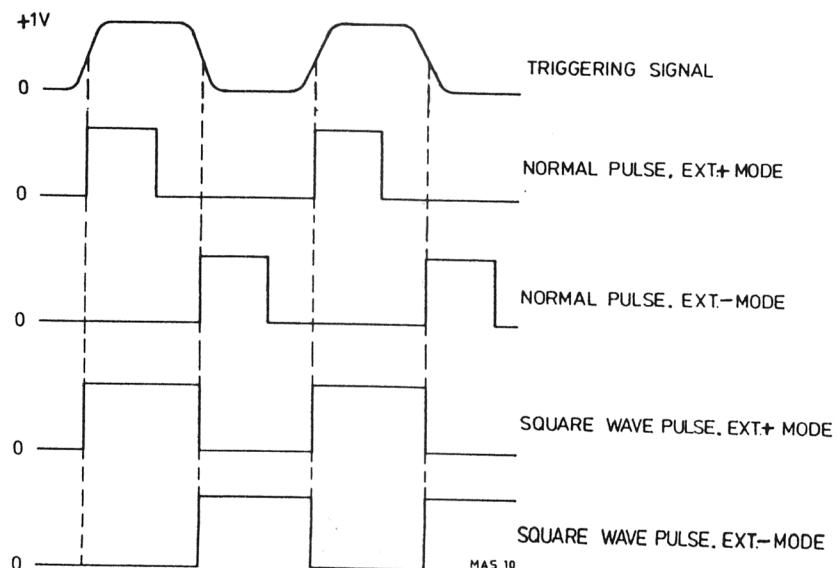

Abb. VI-14. Externe Triggerung, PM 5704
- Impulsdauer auf 10 µs einstellen. Vgl. Abb. VI-14.
- Die Ausgangsimpulse haben die gleiche Impulsfolgefrequenz wie das Triggersignal, aber eine Impulsdauer, die dem eingestellten Wert entspricht. Vgl. Abb. VI-14.
- Beachten, daß nun Impulsfolgezeit und Impulsdauer vom Triggersignal bestimmt werden. Vgl. Abb. VI-14.